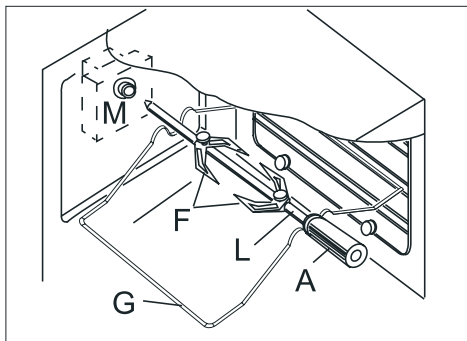

Рис. 7D
- Поместите курицу или мясо, для жаркого на вертел L; чтобы оно держалось, проколите его двумя вилками F (рис. 7D).